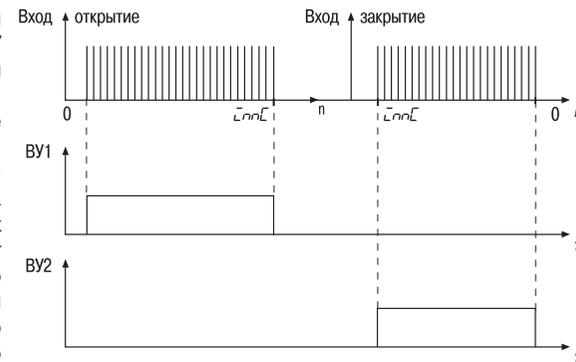

Рис. 9
3.2.9.1.3. При $PrES = 2$ концевые положения определяются по достижении значения счетчика, равного значению параметра $LnnL$ (рис.9).